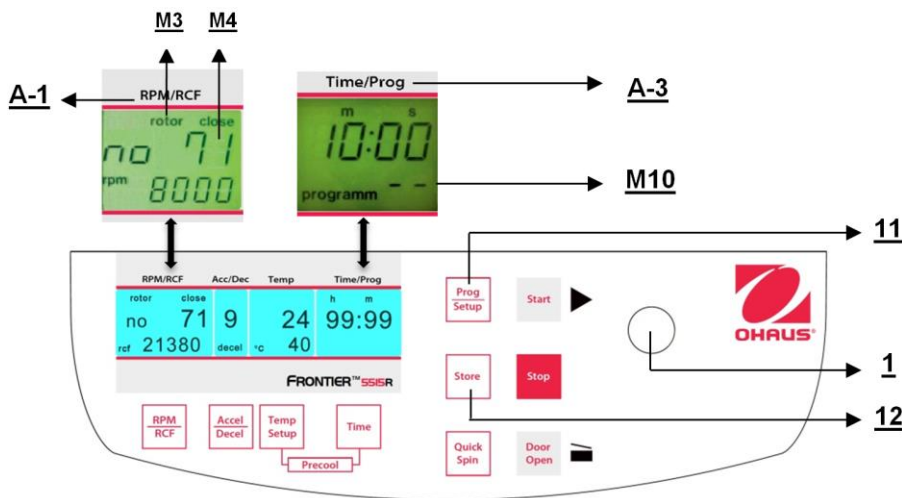

Figura 25
Para recuperar programas almacenados, presione el botón **"Prog/Setup"** (11) (vea la Figura 25) mientras la tapa está cerrada. En la pantalla **"Time/Prog"** (A-3) aparece **"programm --"**(M10). El número de programa deseado puede preseleccionarse con la perilla de ajuste (1).
Para salir del modo de programa, solo presione el botón **"Prog/Setup"** (11) (vea la Figura 25). Entonces, dentro de la pantalla **"Time/Prog"** aparece la palabra **"programm"**.